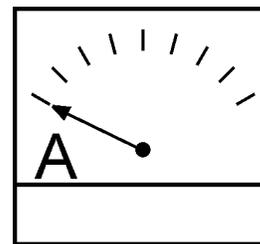

Figure 48. Ampèremètre (sans charge)
- L'ampèremètre (Figure 48) indique **zéro ampères** lorsque aucune charge n'est appliquée. Lorsqu'une charge est appliquée, l'ampèremètre indique la quantité de courant que la charge tire de la génératrice.